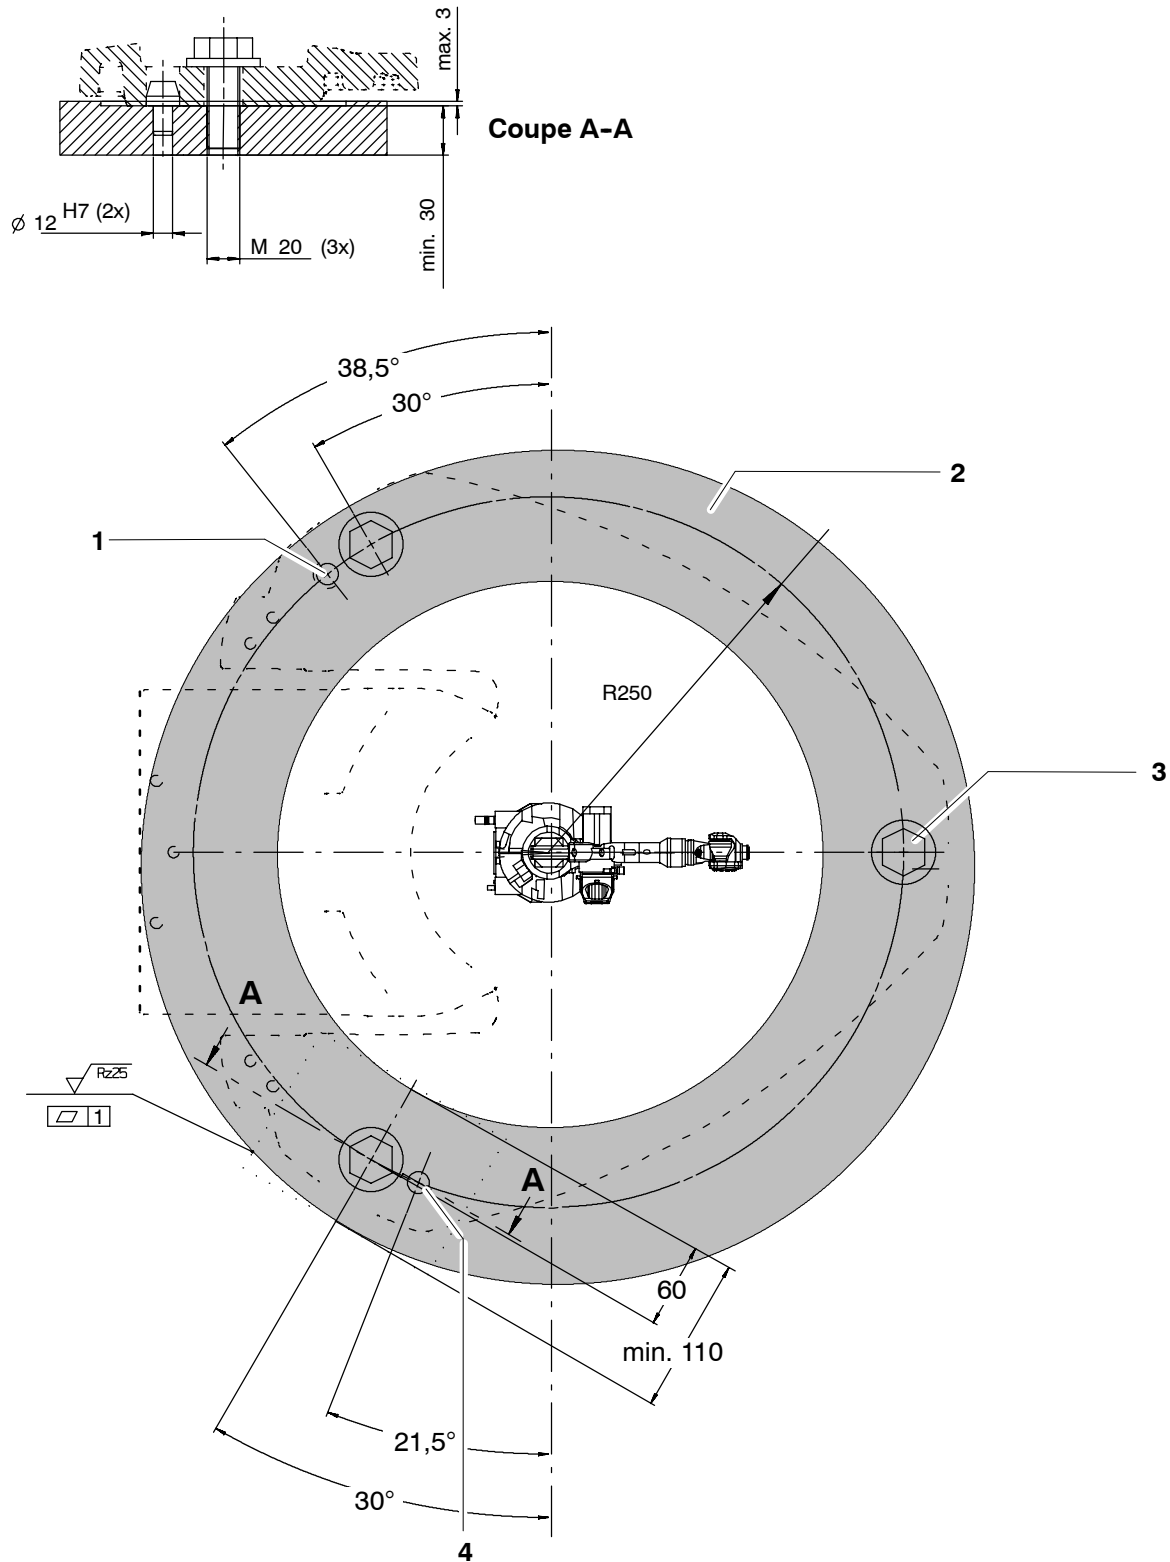

Fig. 58 Fixation du robot, variante 2
- (1) Préparer les surfaces d'appui (Fig. 58/2) de la construction en acier conformément à la Fig. 58.
- (2) Réaliser trois taraudages M20 pour les vis de fixation (3) et deux trous ajustés pour les boulons d'appui (1) et (4).
- (3) Monter les boulons d'appui (1, 4).